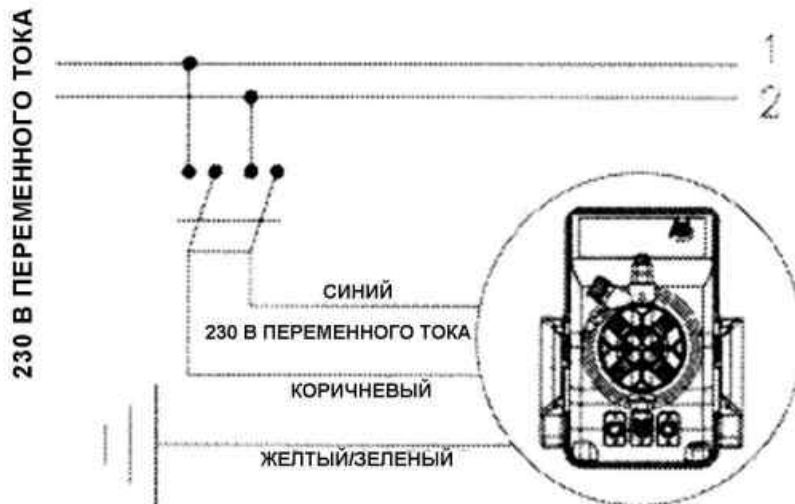
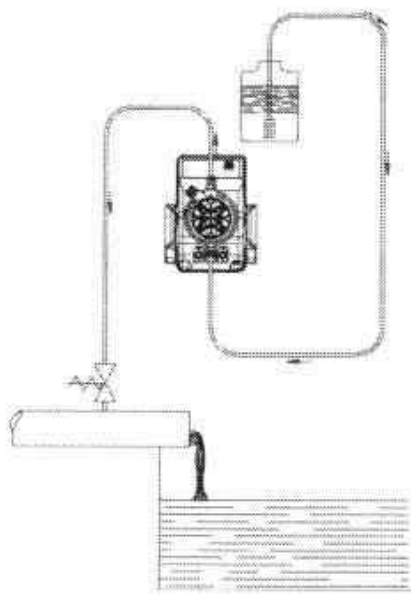

Рис. 4
Рис. 6
1. **Отсоедините вилку сетевого шнура от электрической розетки или отсоедините насос от линии питания с помощью двухполюсного выключателя, расстояние между разомкнутыми контактами в котором составляет не менее 3 мм (рис. 4).**
1. *Отсоедините вилку сетевого шнура от электрической розетки или отсоедините насос от линии питания с помощью двухполюсного выключателя, расстояние между разомкнутыми контактами в котором составляет не менее 3 мм (рис. 4)*
- в. - Расположите насос, как показано на рис. 4. Помните о том, что насос может располагаться как выше, так и ниже уровня жидкости в резервуаре с дозируемой жидкостью, но при этом разность уровней жидкости в насосе и в резервуаре не должна превышать 2 м. Если установка обработки воды, в которой используется насос, работает при атмосферном давлении (нет противодействия), и бак с химическим реактивом находится выше уровня установки (рис. 6), то необходимо регулярно проверять состояние инжекционного клапана, так как в этом случае износ инжекционного клапана может привести к перетеканию химического реактива в воду даже при выключенном насосе. Если возникнет такая проблема, установите между инжекционным клапаном и точкой ввода химического реактива правильно отрегулированный запорный клапан (С). Если жидкие химические реактивы выделяют едкие пары, то не устанавливайте насос выше уровня бака с химическим реактивом, если этот бак не является полностью герметичным.